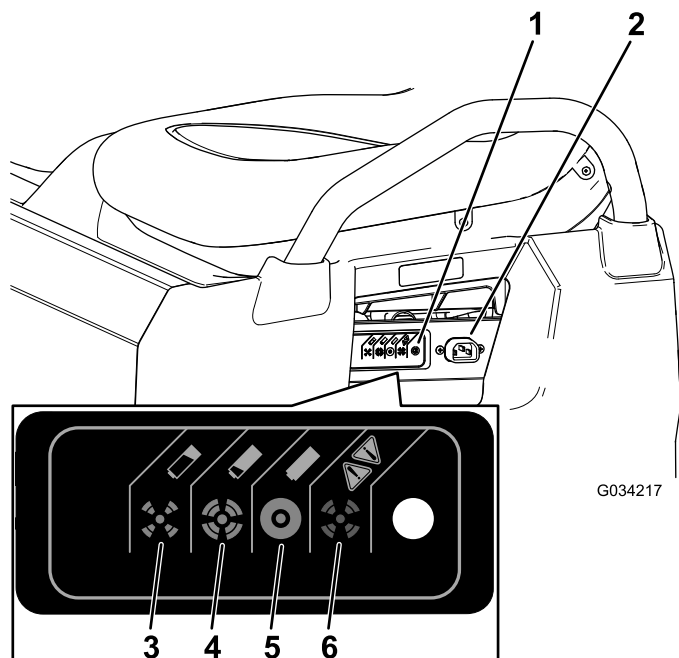

Figura 38
3. Ligue um cabo de carregador de nível 16 (ou de diâmetro maior), 2,5 m ou mais curto ao recetáculo de carregamento na máquina (Figura 38).
Consulte a tabela seguinte e Figura 38 para informação dos significados das diversas cores da luz indicadora de carga.